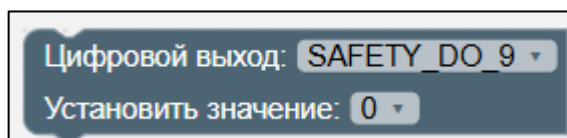

Рисунок II-33 – Блок «Цифровой выход. Установить значение»
6. Блок «Цифровой выход. Установить значение» (см. Рисунок II-33).